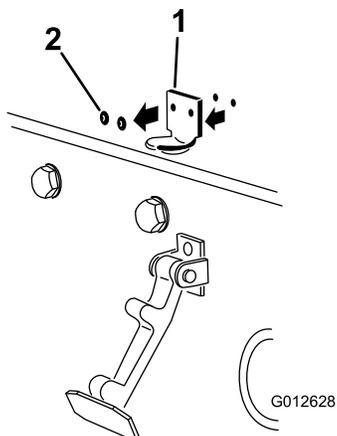

図 3
2. フードラッチブラケットをフードに固定しているリベット2本を外す **図 3**。フードからフードラッチブラケットを外す。